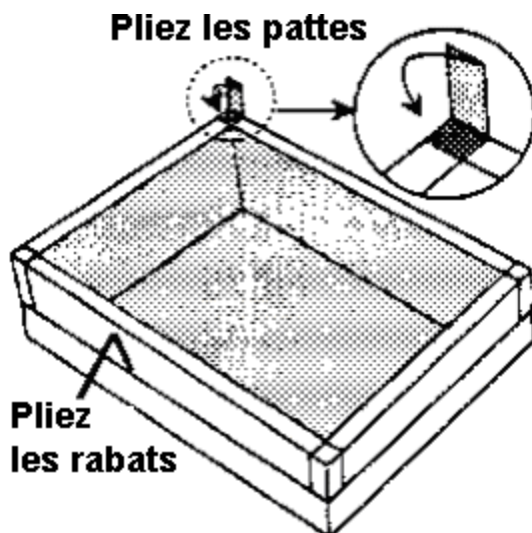

Figure 6
8. Pliez ces rabats vers le bas pour qu'ils s'adaptent au pourtour du recouvrement et rempliez-les entre la base et le recouvrement (voir Figure 6).